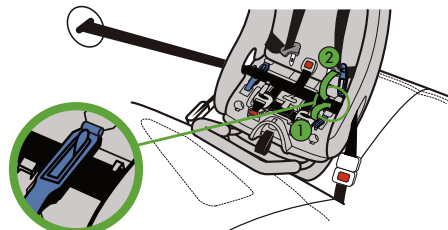

Figura 33
- Mientras mantiene apretado el cinturón del vehículo, cierre los dos broches para la posición viendo hacia atrás, como se muestra en la **figura 33**.